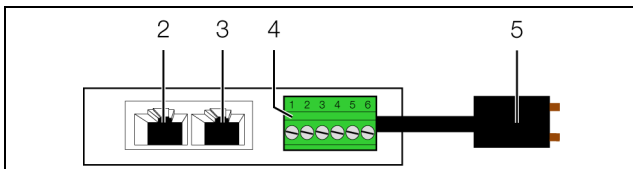

Abb. 2: Rückseite des Leckagesensors
- Stecken Sie den Stecker des Sensorfühlers an der Universal-Schnittstelle an (Abb. 2, Pos. 4).
- Verbinden Sie den Leckagesensor über ein CAN-Bus-Verbindungskabel mit einer CAN-Bus-Schnittstelle der CMC III Processing Unit bzw. der benachbarten Komponente im CAN-Bus (Abb. 2, Pos. 2)
- Schließen Sie ggf. an der zweiten, freien CAN-Bus-Schnittstelle des Leckagesensors (Abb. 2, Pos. 3) eine weitere Komponente an (z. B. einen anderen Sensortyp).